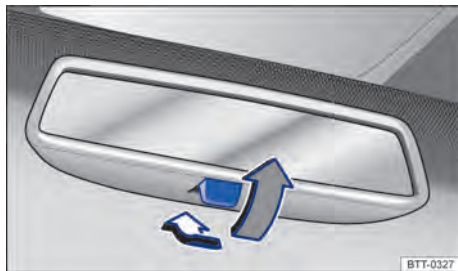

Fig. 77 No para-brisa: espelho retrovisor interno com antiofuscante manual.
- Posição noite: puxar a alavanca → Fig. 77 (seta cinza), para evitar o ofuscamento pelos faróis dos veículos que trafegam atrás.